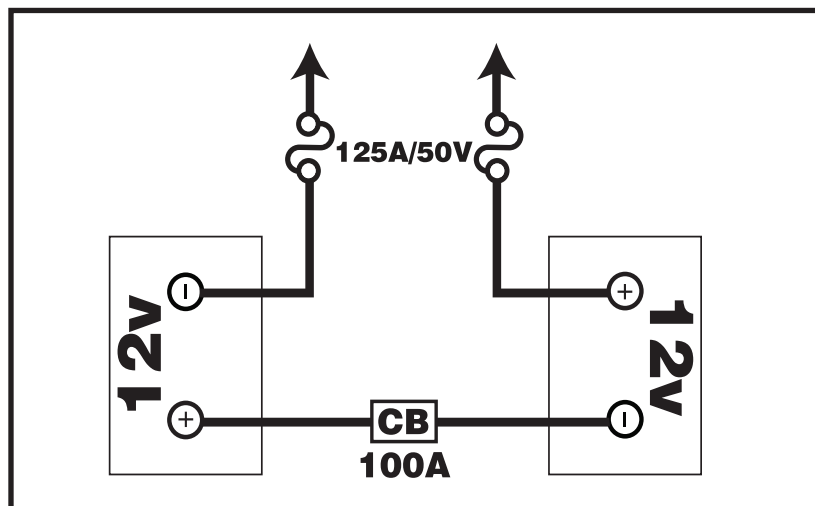

Figura 15. Diagramma di cablaggio della batteria
7. Posizionare la batteria nuova nell'alloggiamento corrispondente seguendo lo schema di cablaggio mostrato nella **figura 15.**